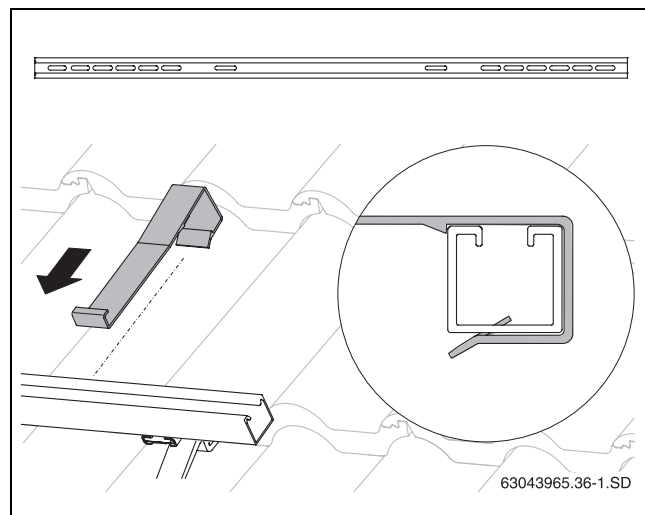

Fig. 30 Suspendarea siguranței împotriva alunecării
- ▶ Împingeți din exterior siguranțele împotriva alunecării (Fig. 30, [3]) prin șinele profilate în orificiile ovale din interior (Fig. 30, [1]) până când acestea se blochează (Fig. 30, [2]).